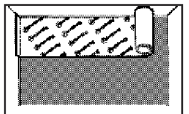

Figure 6
• Posez la sous-couche dans le sens selon lequel le revêtement de sol en bois dur sera posé (figure 6).